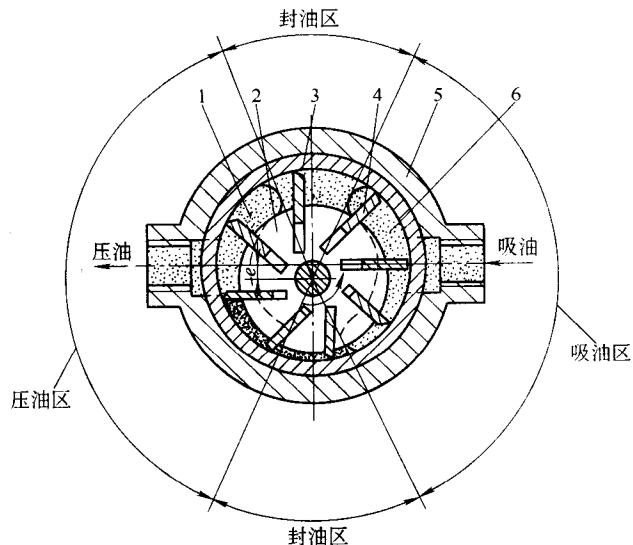

图1-1-4 单作用式叶片泵工作原理图
(1) 单作用式叶片泵 单作用式叶片泵的压力较低，常用于低压和需改变流量的液压系统中；双作用式叶片泵的压力较高，输出流量不能改变。单作用式叶片泵的工作原理如图1-1-4所示，主要由泵体5、转子2、定子3、叶片4、配油盘压油窗6等组成。这种叶片泵，由于转子每回转1周，每个密封容积完成一次吸油和压油，所以称为单作用式叶片泵；另一方面转子单向承受压油腔油压的作用，径向压力不平衡，转子轴与轴承受到较大的径向力，工作压力不宜过高。这种泵的最大特点是输出流量可以调节，只要改变转子中心与定子中心的偏心距 e 和偏心方向，就能改变输出流量的大小和输油方向。如增大偏心距，密封容积的变化量增大，输出流量随之变大。